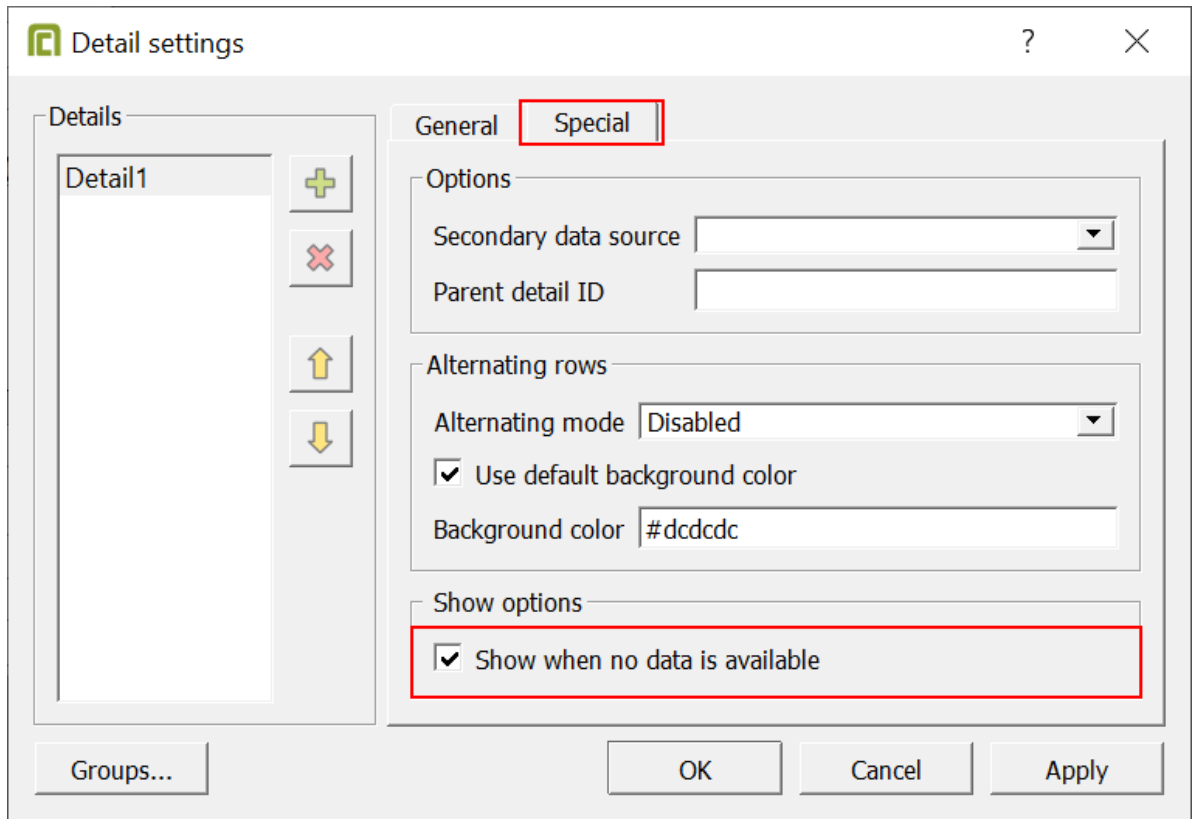

Рисунок 320 - Настройки Detail
6. Перейдите на вкладку **Special** и выберите **Show when no data is available** (Рисунок 320).